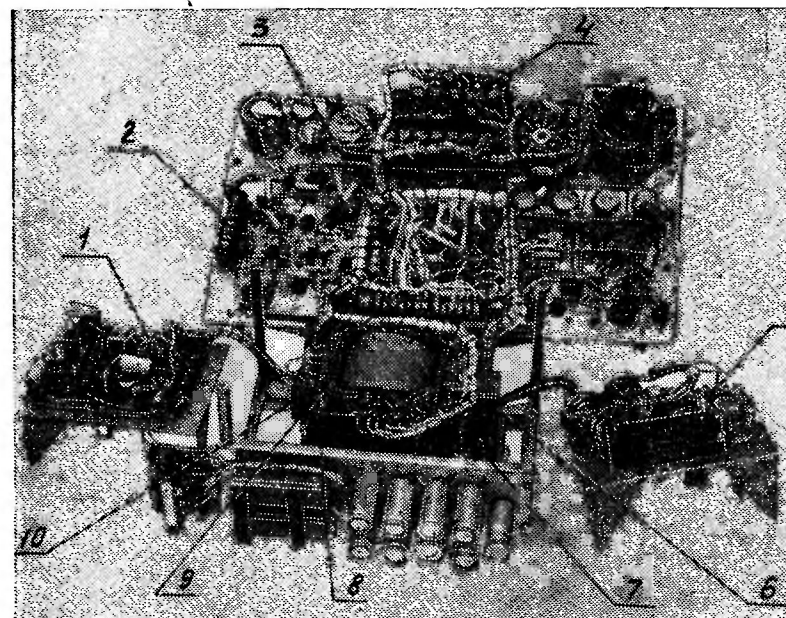

Рис. 2. Общий вид измерителя со снятыми блоками:
3.1.3. На боковой стенке футляра имеется ручка для переноса измерителя. Конструкция измерителя показана на рис. 2, 3.
3.1.4. Кроме того, с правой стороны каркаса на блоке электронных стабилизаторов 5 (см. рис. 2) расположен резистор (регулятор) «250В» (R169) для установки напряжения питания цепей схемы, с передней стороны каркаса на откидной панели находится блок конденсаторов— фильтры источников питания, выпрямитель питания лампового микроамперметра. С левой стороны каркаса на блоке крутизномера и лампового микроамперметра 1 (см. рис. 2) расположены резисторы (регуляторы) для регулировки выходного напряжения генератора — «амплитуда» (R157), регулировки частоты генератора — «частота» (R155) и грубой балансировки лампового микроамперметра измерителя «уст. «о» (R122).